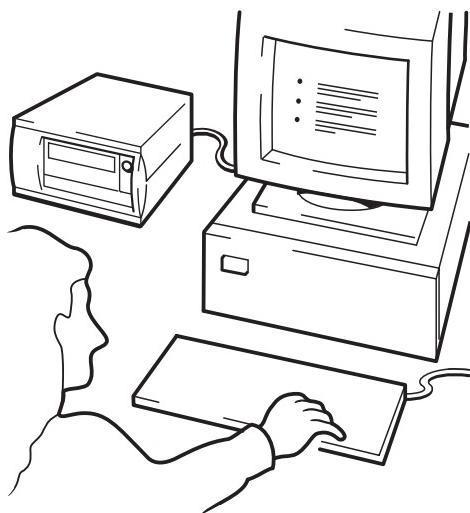

Figura 10d: utilizzo di HP OBDR, fase 4
- 3 Seguire le istruzioni visualizzate per configurare il sistema operativo (vedere la Figura 10d). Le istruzioni variano in base al software utilizzato per il backup. Di solito è sufficiente accettare le risposte predefinite per tutte le richieste di impostazioni e limitarsi a premere <Invio>.